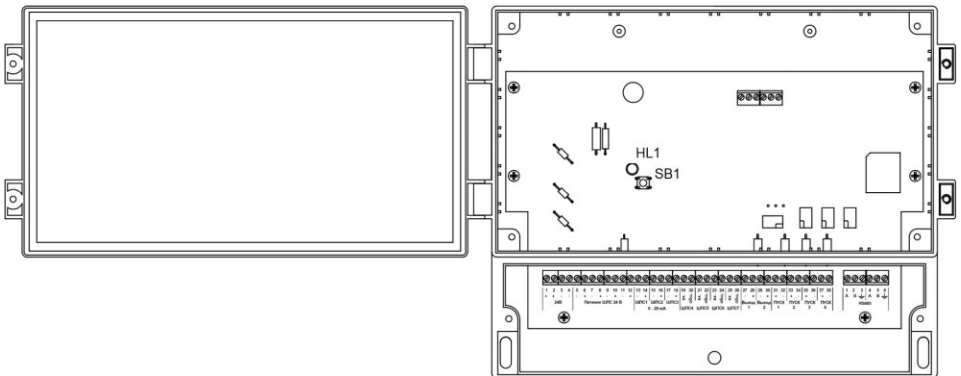

Рисунок 5.2 – Внешний вид отсеков
5.2 Внутри корпуса размещены плата с электронными компонентами (рисунок 5.2). Конструкция блока предусматривает его одностороннее обслуживание.